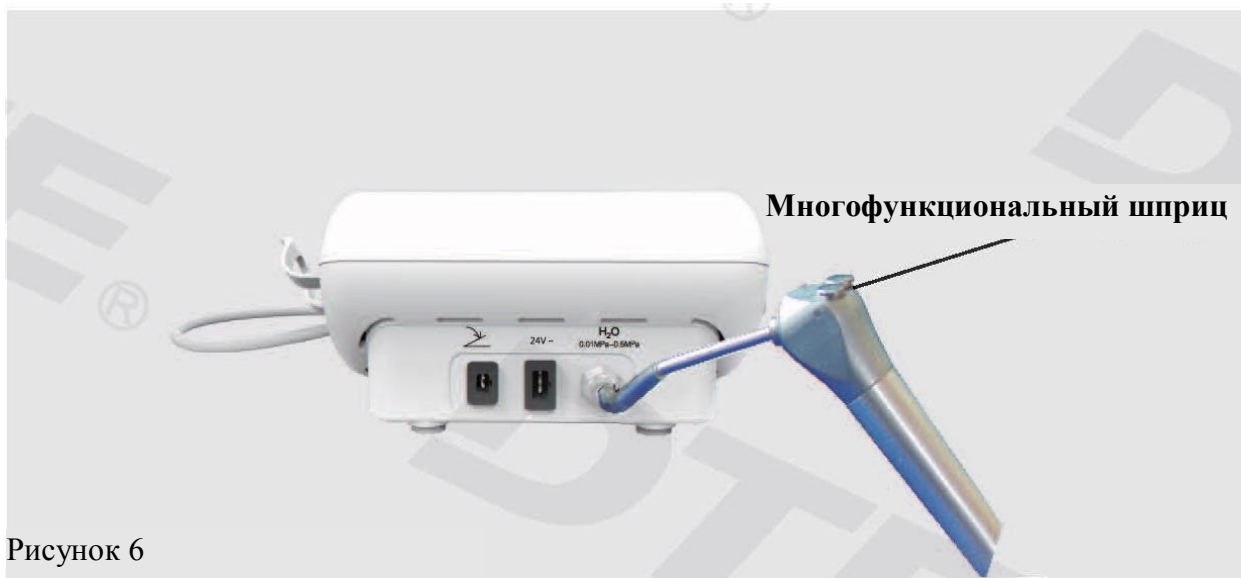

Рисунок 6
- б) [Примечание 2]. Очищайте шланг для воды с помощью многофункционального шприца стоматологической установки (как показано на Рис. 6).